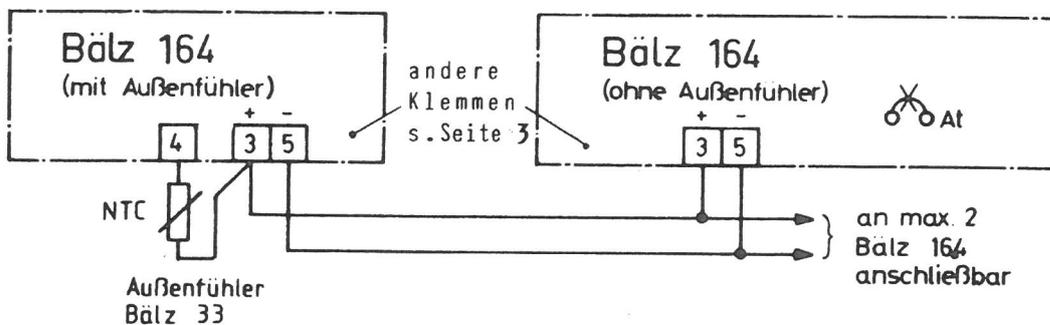

Bild 5: Elektrischer Anschluß der Meßspannung 0...-10V
- 2.) In Bild 5 werden nur die Anschlußklemmen der Meßspannung gezeichnet, andere Klemmen, gemäß Bild 3 (Seite 4) anzuschließen.